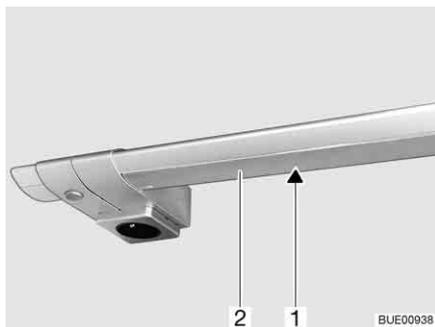

Fig. 226 Luce area cottura
- Comprimere leggermente con entrambe le mani la copertura (Fig. 226,2) e tirarla verso il basso. Iniziare ad estrarre tirando a destra o a sinistra.
- Rimuovere la lampada alogena ad incandescenza (Fig. 226,1).